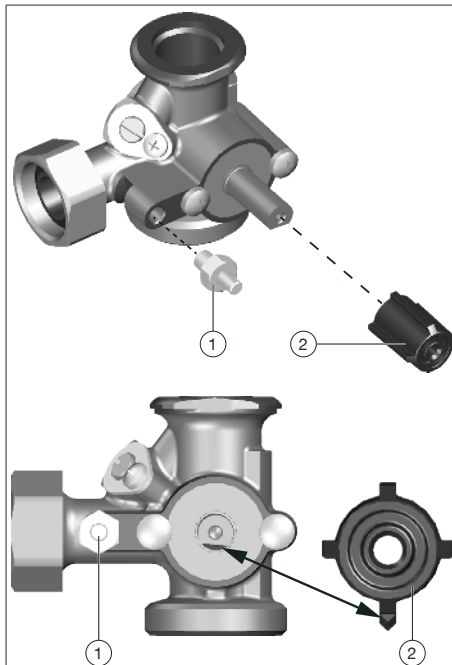

Abb. 3: Alignement
Le méplat du boisseau doit être orienté vers le bas et aligné horizontalement (voir Abb. 3 auf Seite 33).
Veiller à ce que la nervure pointue de l'adaptateur soit orientée vers le bas (voir Abb. 3 auf Seite 33).
3. Visser à fond le dispositif anti-torsion (position 1 sur la Abb. 1 auf Seite 31) sur le corps de la vanne (voir Abb. 3 auf Seite 33).